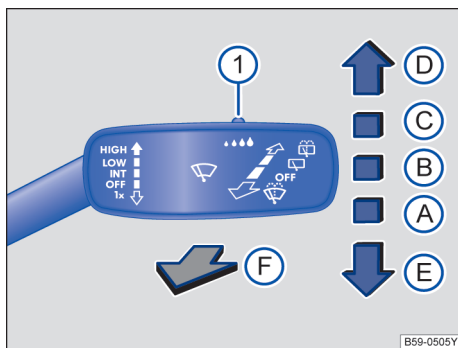

图 90 操作车窗玻璃刮水器
- 1**  使用开关→图 90①使用合适的间歇挡位（不配备雨量传感器的汽车）或调节雨量传感器的灵敏度。
- 向下短按车窗玻璃刮水器操作杆 → 图 90 ⑤。